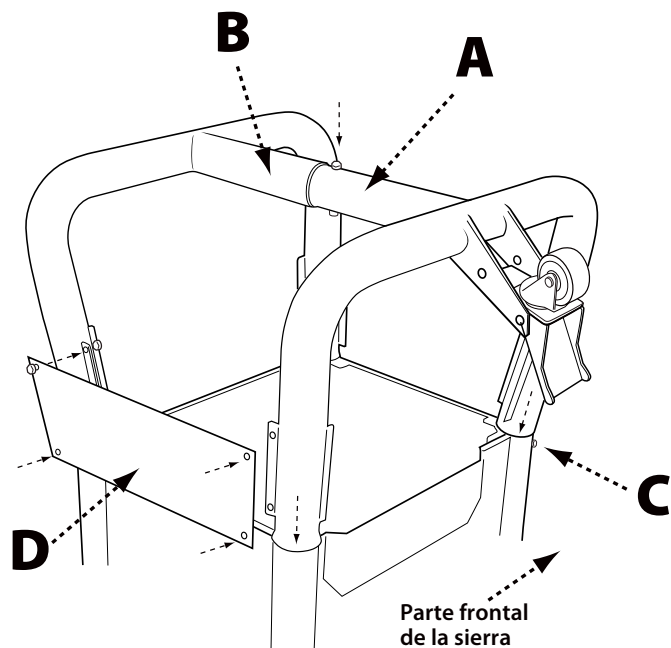

FIGURA 1
1. Conecte las dos patas tubulares insertando el extremo de la pata izquierda (A) en el extremo de la pata derecha (B) como se muestra en la Figura 1. Sujétela con un perno hexagonal de perno de cabeza redonda M8 x 70 mm y una tuerca autoblocante y apriete manualmente.
2. Inserte los cuatro extremos abiertos de las patas tubulares en los collares de la pata (C) como se muestra. Sujete cada pata con un perno de 6 mm x 70 mm y una tuerca.
3. Sujete los paneles de soporte de la pata trasera y frontal (D) a las patas usando cuatro pernos autorroscantes M6 x 12mm.